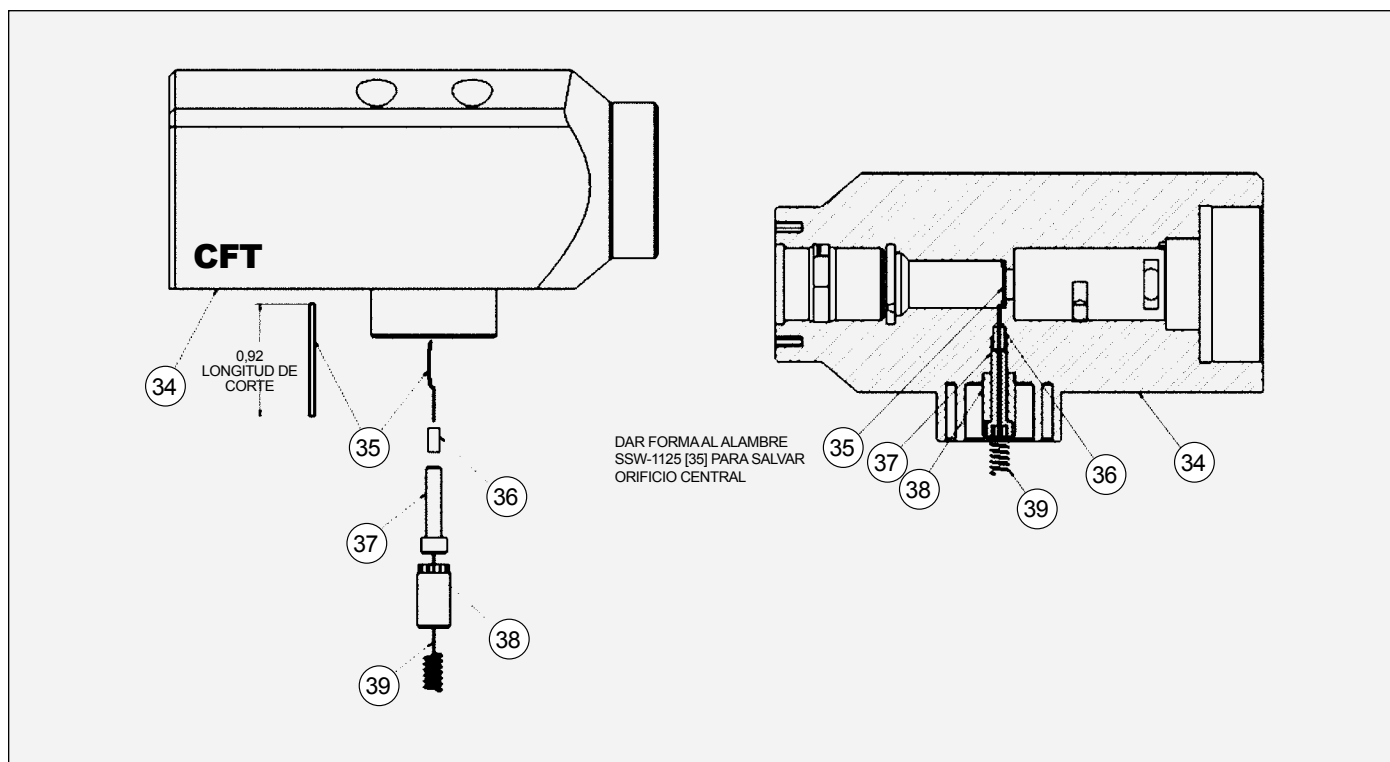

Figura 27: Conjunto del cabezal de pulverización desnudo
**80403-01 [3] - LISTADO DE PIEZAS (Figura 27)**